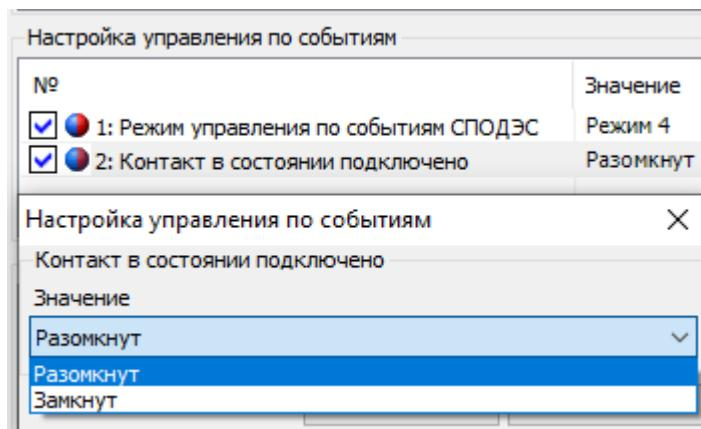

Рисунок 59 – Настройка состояния контактов реле.
6.8.6 «Контакт реле в состоянии подключено» назначается в ПО AdminTools в разделе *«Конфигурация → Реле и телеметрия → Реле сигнализации»* (см. Рисунок 59).
Т.е. при значении контакта реле в состоянии «подключено» – «разомкнут» (см.Рисунок 59) и выполнении действий по управлению реле (*«Команды → Реле и телеметрия → Прямое управление реле → Прямое управление реле*